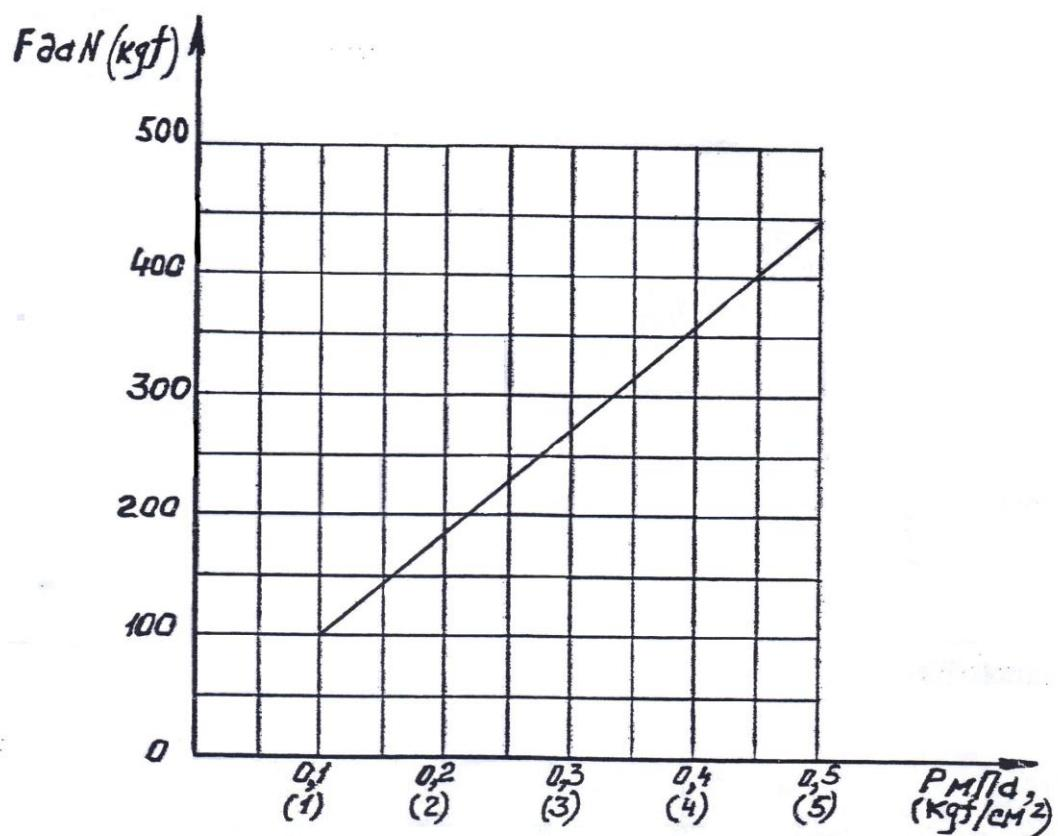

Рис. 9 График усилия сжатия электродов в зависимости от давления сжатого воздуха
- Рис. 9. График усилия сжатия электродов в зависимости от давления сжатого воздуха